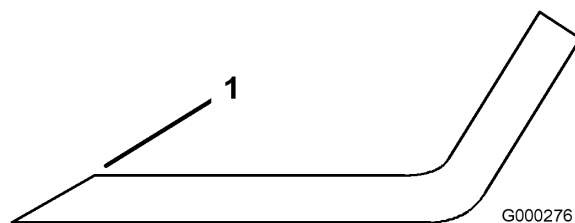

Figura 76
1. Utilice una lima para afilar el filo de corte en ambos extremos de la cuchilla (Figura 76). Mantenga el ángulo original. La cuchilla permanece equilibrada si se retira la misma cantidad de material de ambos bordes de corte.